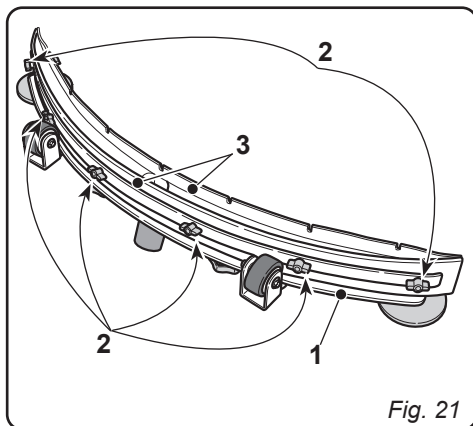

Fig. 21
10.1.f - Substituição das partes em borracha do mecanismo limpador (Fig. 21)